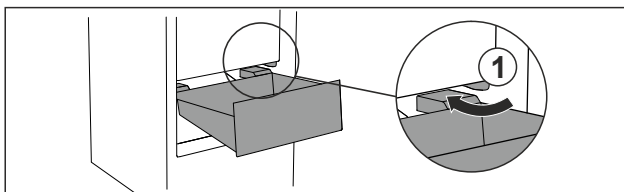

Fig. 65
- ▶ Far passare il cassetto intorno ai fermi Fig. 65 (1) inclinandolo.